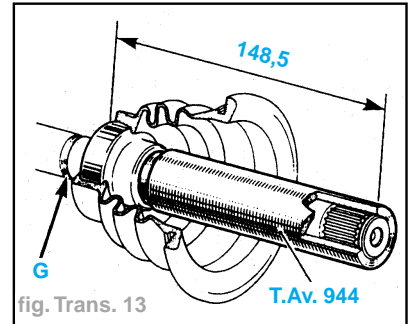

fig. Trans. 13
- Pour être en position sur l'arbre, le roulement doit être emmanché pour obtenir une cote $L = 148,5$ mm entre la partie arrière du roulement et l'extrémité de l'arbre (fig. Trans. 13).